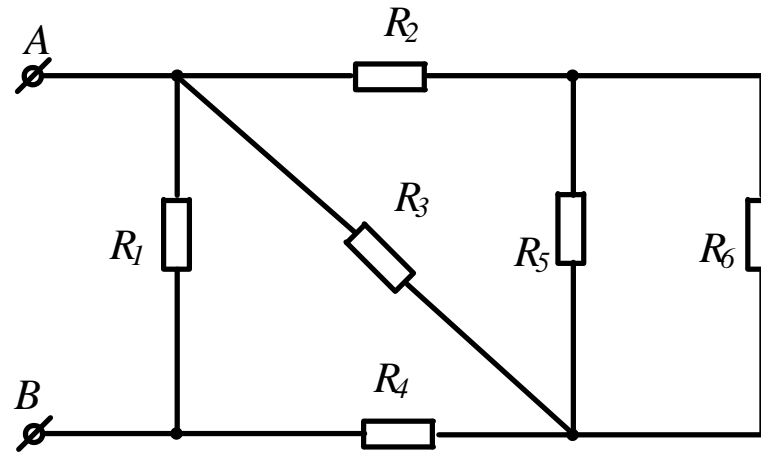

Рисунок 20
**Задача 15.** Определить токи в ветвях схемы (рис. 20), если  $U_{AB}=9\text{В}$ ,  $R_1=R_5=3\text{Ом}$ ,  $R_2=2,8\text{Ом}$ ,  $R_3=1\text{Ом}$ ,  $R_4=6,2\text{Ом}$ ,  $R_6=2\text{Ом}$ .